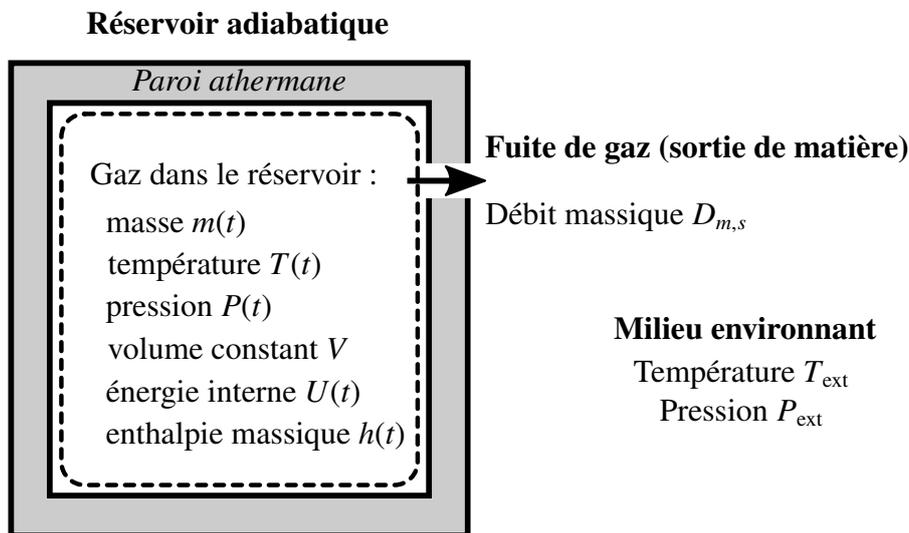

Figure 2 - Réservoir adiabatique renfermant du gaz et sujet à une fuite de gaz vers le milieu environnant
On s'intéresse à présent à un réservoir contenant un gaz supposé parfait. Ce réservoir indéformable (donc de volume V constant) est le siège d'une fuite vers le milieu environnant à la température T_{ext} et à la pression P_{ext} supposées constantes dans tout le problème. Il n'est pas agité mécaniquement. Toutefois, les propriétés du gaz dans le réservoir sont supposées uniformes à chaque instant. Ce réservoir est représenté sur la **figure 2**.
- Q5.** On suppose que les grandeurs intensives du gaz dans le réservoir sont uniformes et que celles du gaz sortant sont identiques à celles du réservoir. On suppose négligeable l'énergie cinétique massique de la matière quittant le système. On s'intéresse au système *{volume contenant le gaz à T et P dans le réservoir, paroi non comprise}* représenté par des pointillés sur la **figure 2**. Justifier que l'application du bilan de matière et du premier principe (équations (1) et (3)) au système en pointillés, décrit par la **figure 2**, permet d'obtenir le système d'équations :